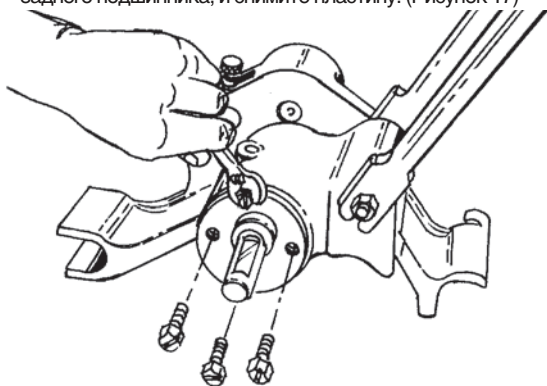

Рисунок 17 – Снятие стопорной пластины
1. Выкрутите 4 болта, которые удерживают стопорную пластину заднего подшипника, и снимите пластину. (Рисунок 17)